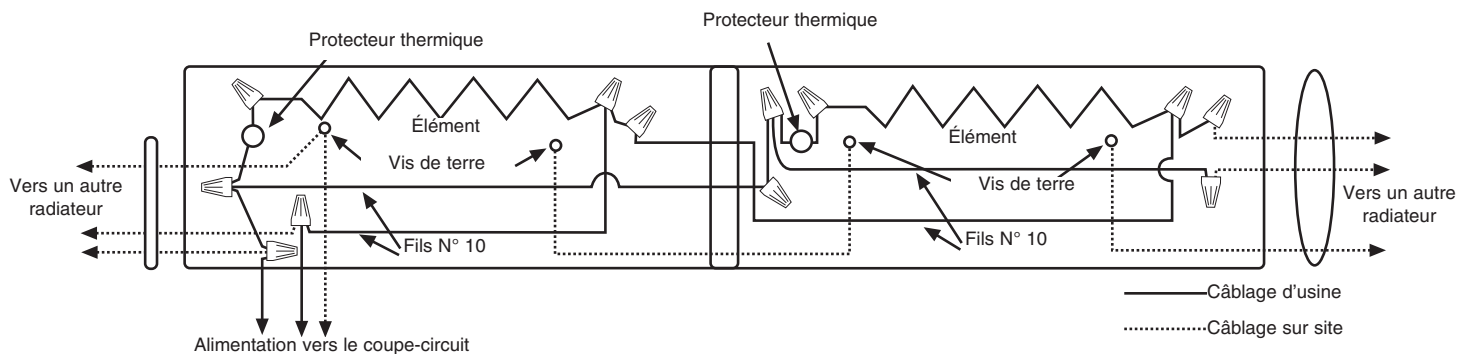

Fig. 8
- En suivant le schéma de câblage fixé sur le radiateur, effectuez les raccordements électriques. Référez-vous à la Figure 8 pour le branchement en parallèle avec d'autres radiateurs. La mise à la terre des autres radiateurs se fait en branchant un cavalier (non fourni) entre les deux radiateurs adjacents.
REMARQUE IMPORTANTE : Ces radiateurs sont fournis avec un limiteur de sécurité intégré (protecteur thermique – voyez la Figure 8) pour couper automatiquement le radiateur s'il est obstrué ou entre en surchauffe suite à une condition anormale. En fonctionnement normal, les radiateurs ne doivent pas subir de coupure par ce dispositif de sécurité. Si cela se produisait, vérifiez l'installation du radiateur pour vous assurer que des écartements adéquats sont respectés et que la libre circulation de l'air autour du radiateur n'est pas entravée. Si le radiateur continue d'avoir des coupures par le dispositif de sécurité, cessez de l'utiliser avant qu'il ait été inspecté et/ou réparé par un électricien qualifié.